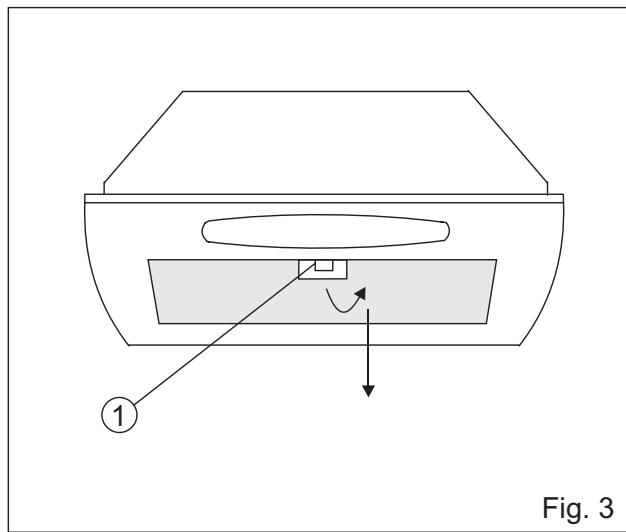
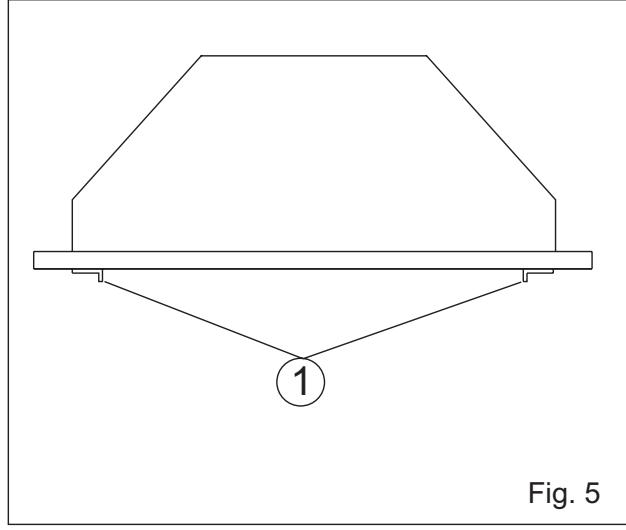
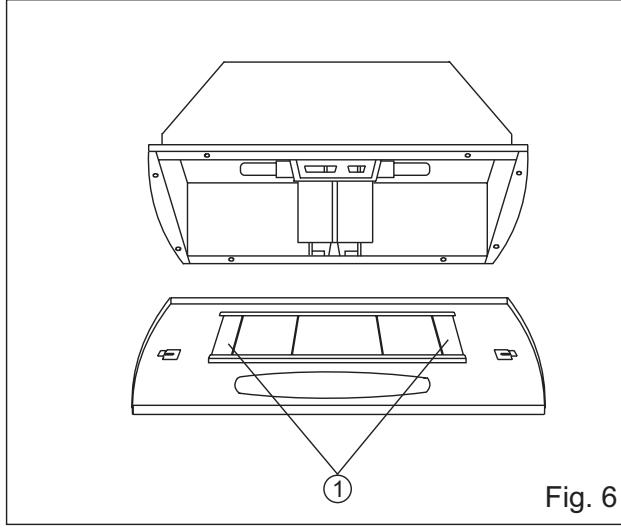

Fig. 3
Fig. 5
Fig. 6
1. Prendere il filtro dalla linguetta d'apertura (Fig. 3/1), piegarla verso di sé e abbassare il filtro in avanti, ripetere l'operazione in senso contrario per rimetterlo. Per i modelli dotati di griglia forata spingere le due maniglie l'una contro l'altra (Fig. 5/1) e sganciare la griglia dalla scocca; sganciare e rifermerlo (Fig. 6/1) e togliere il filtro per grassi.